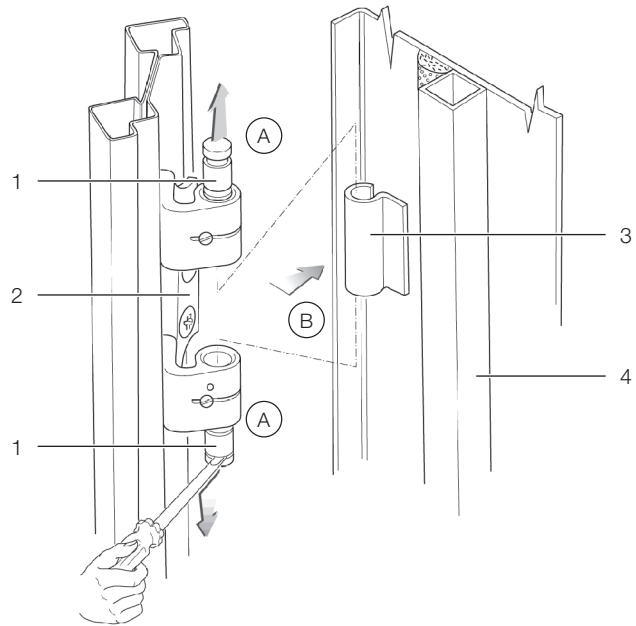

Abb. 13: Türscharnier – Ausbau
- Lösen Sie die Scharnierbolzen an den vier Türscharnieren, indem Sie die Bolzen mit einem geeigneten Werkzeug (z. B. Schraubendreher) anheben, und ziehen Sie die Bolzen bis zum Anschlag aus der Scharnierbolzenaufnahme heraus (Abb. 13, Schritt A). Beginnen Sie mit dem untersten Türscharnier.
- Nehmen Sie die Serverschranktür ab (Abb. 13, Schritt B).